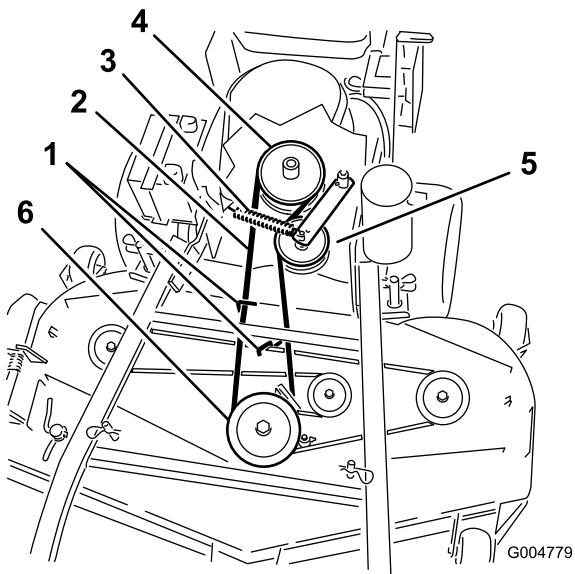
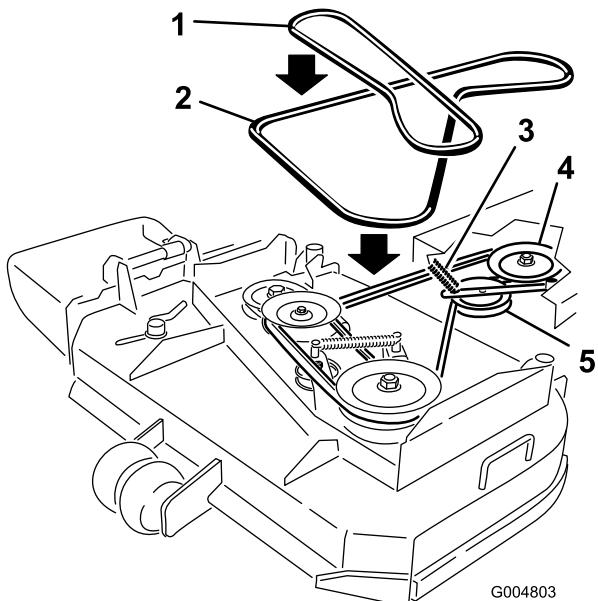

Figura 47
Figura 48
- Retire la correa de la polea central de la plataforma del cortacésped (Figura 47). Consulte Figura 48 para quitar la correa de la polea izquierda en una plataforma de cortacésped de 36 pulgadas. Extreme las precauciones al retirar la correa ya que la tensión aumentará debido a que la polea tensora está tensada con muelle.
- Retire la correa de la polea del motor y la polea tensora tensada con muelle (Figura 47). Consulte Figura 48 para retirar la correa de las poleas de una plataforma de cortacésped de 36 pulgadas.
- Instale la nueva correa en la polea del motor y la polea tensora tensada con muelle (Figura 47).
- Coloque la correa en la polea central de la plataforma del cortacésped (Figura 47). Extreme las precauciones al instalar la correa ya que la tensión aumentará debido a que la polea tensora está tensada con muelle. Consulte Figura 48 para colocar la correa en la polea izquierda en una plataforma de cortacésped de 36 pulgadas.
- Ajuste la guía 3 mm (1/8 pulg.) desde la correa en las plataformas de cortacésped de 40, 48 y 52 pulgadas (Figura 47).